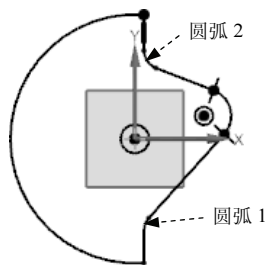

图 5.12.6 添加等半径约束
(2) 单击“等半径”按钮，选取图 5.12.6 所示的两圆弧，则添加“等半径”约束。